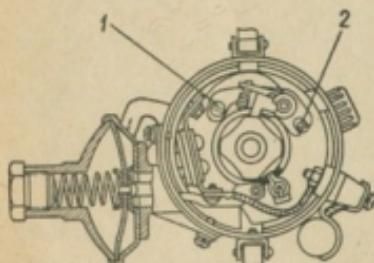

Рис. 118. Распределитель зажигания:
4. Если зазор больше или меньше 0,35—0,45 мм, надо ослабить стопорный винт 1 (рис. 118) крепления стойки неподвижного контакта и, вращая регулировочный эксцентриковый винт 2, установить нормальный зазор.
6. Ослабить винт 3 (см. рис. 118) и повернуть пластину октан-корректора вместе с распределителем так, чтобы указатель совпал со средним делением шкалы, нанесенным на пластине.